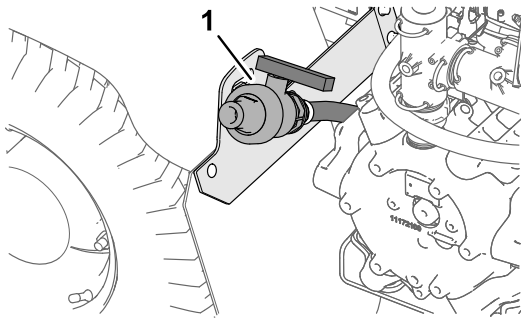

Figure 36
2. Trouvez l'emplacement du robinet de vidange de la cuve sur l'aile arrière gauche de la machine (Figure 36).